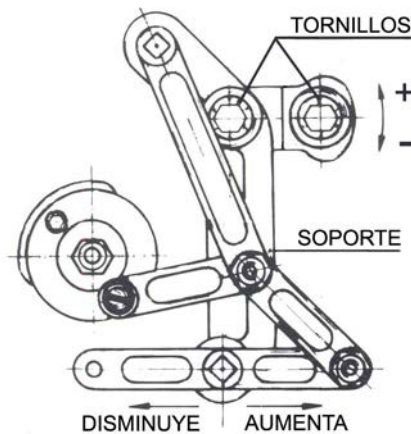

Figura 25
- ✓ Suelte los tornillos que fijan el soporte del estira-hilo (figura 25);